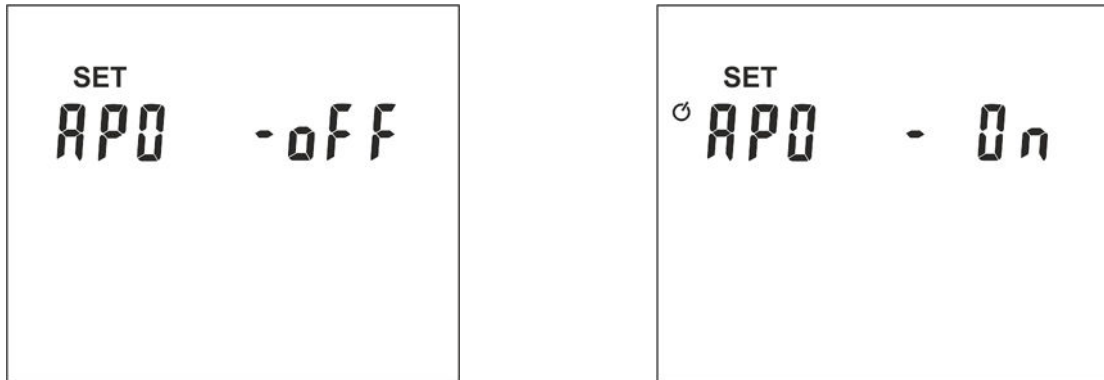

Fig. 3: Impostazione autospegnimento (APO)
1. Accendere lo strumento premendo il tasto ①
2. Premere e mantenere premuto per 3s il tasto **SET/UNIT**. La videata di Fig. 3 – parte sinistra è mostrata a display:
4. Premere i tasti freccia ← o → per attivare la funzione. Il messaggio "On" lampeggia e il simbolo "⏻" appare a display (vedere Fig. 3 – parte destra)
2. Premere e mantenere premuto per 3s il tasto **SET/UNIT**. La videata di Fig. 3 – parte sinistra è mostrata a display